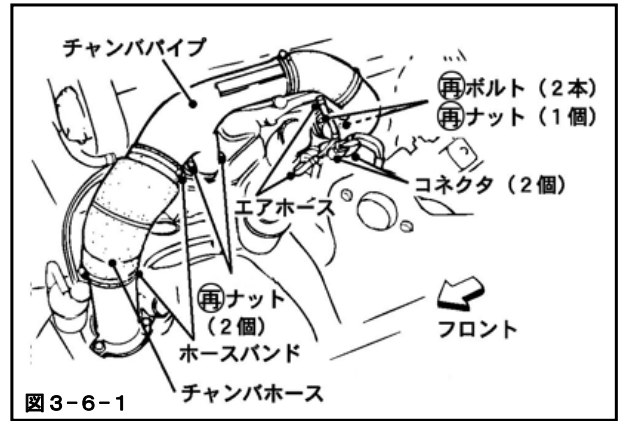

図 3-6-1
- (1) チャンバパイプを取付けてください。(図 3-6-1)
- (2) チャンバホースを取付けてください。(図 3-6-1)
- (3) コネクタ (2 個) を取付けてください。(図 3-6-1)
- (4) エアホース (2 本) を取付けてください。(図 3-6-1)